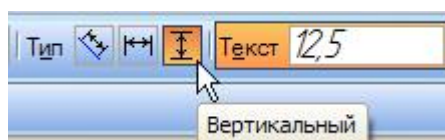

Рисунок 4
- Для придания размерам нужной ориентации нажмите кнопку Вертикальный  в группе Тип на Панели свойств (рис. 4).